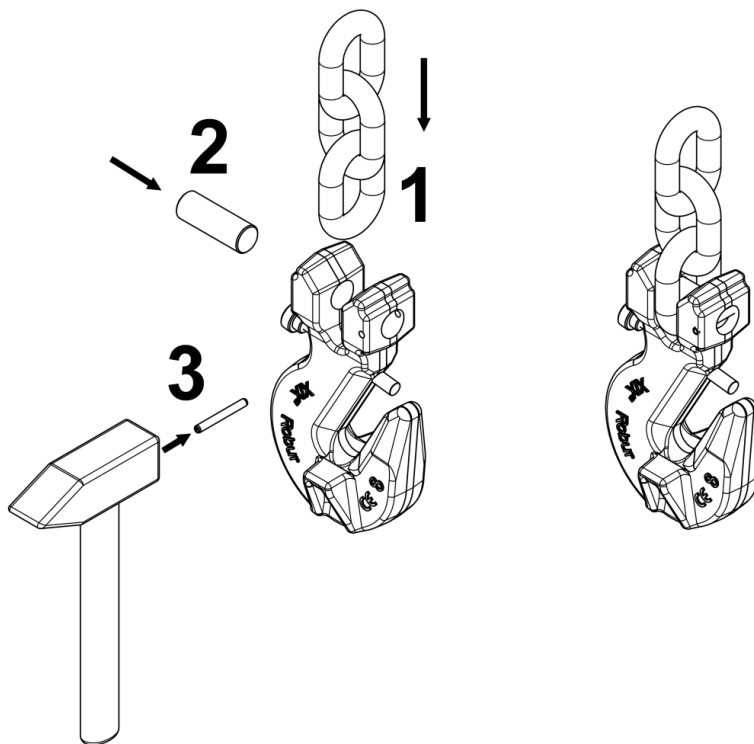

Fig. 2
3. Incastrando la spina elastica con i necessari colpi di martello. (Fig. 2)